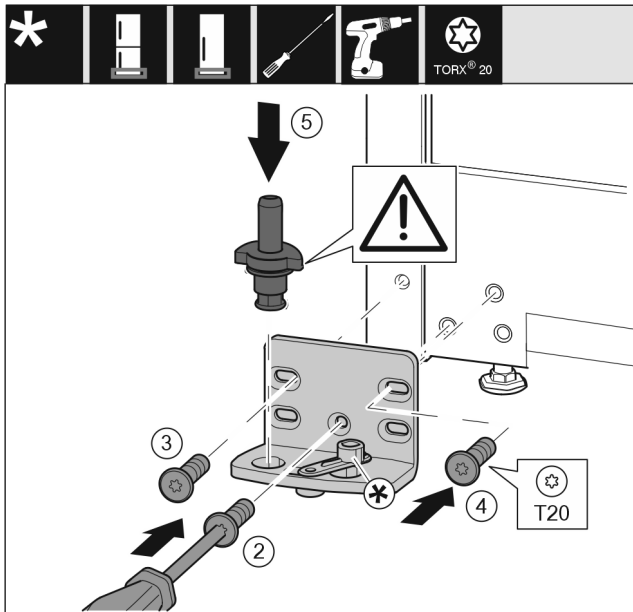

Fig. 16
- Applicare il blocco di supporto sull'altro lato e avvitare con l'aiuto di un cacciavite. Iniziare dalla vite Fig. 16 (2) in basso al centro.
- Stringere la vite Fig. 16 (3) e la vite Fig. 16 (4).
- Inserire completamente i perni di supporto Fig. 16 (5). Facendo ciò assicurarsi che la camma di arresto sia rivolta all'indietro.